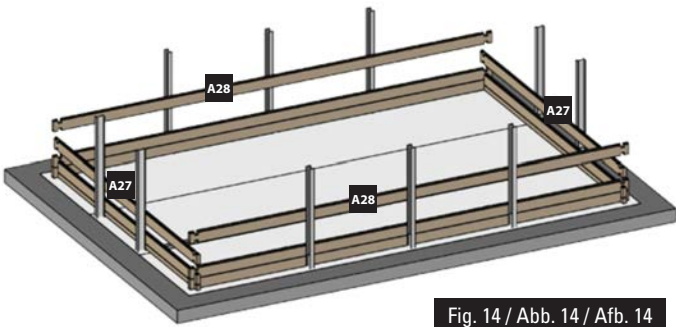

Fig. 14 / Abb. 14 / Afb. 14
- EN 3rd LAYER OF BOARDS:** Install the third layer of boards as shown in figure 14. The position of the refilling fitting with the key and the skimmer should be defined at the start of the assembly (read the specific paragraphs).
- FR 3ÈME RANGÉE MADRIERS :** Positionnez les madriers de la 3ème rangée conformément à la figure 14. Vous devez avoir déterminé l'emplacement de la buse de refoulement et du skimmer dès le début du montage (voir paragraphes spécifiques).
- DE 3. BRETTREIHE:** Platzieren Sie die Bretter der dritten Reihe laut Abb. 14. Zu Beginn der Montage müssen Sie die Lage des Druckventils und des Skimmers festlegen (lesen Sie hierzu die entsprechenden Abschnitte).
- NL 3ª RIJ PLANKEN:** Plaats de planken van de derde rij zoals te zien is op afbeelding 14. U moet al bij aanvang van de montage bepalen op welke plaats het uitstroombondstuk en de skimmer moet komen (less de betreffende paragrafen).